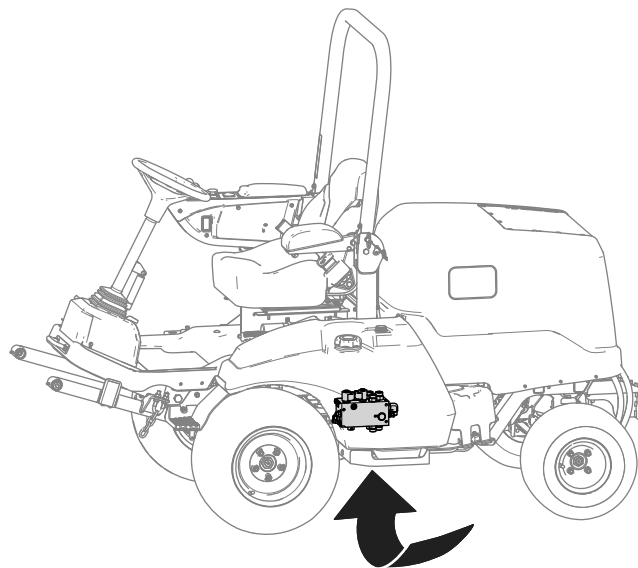

Figura 23
- Localice el distribuidor de elevación desde debajo de la máquina (Figura 23).